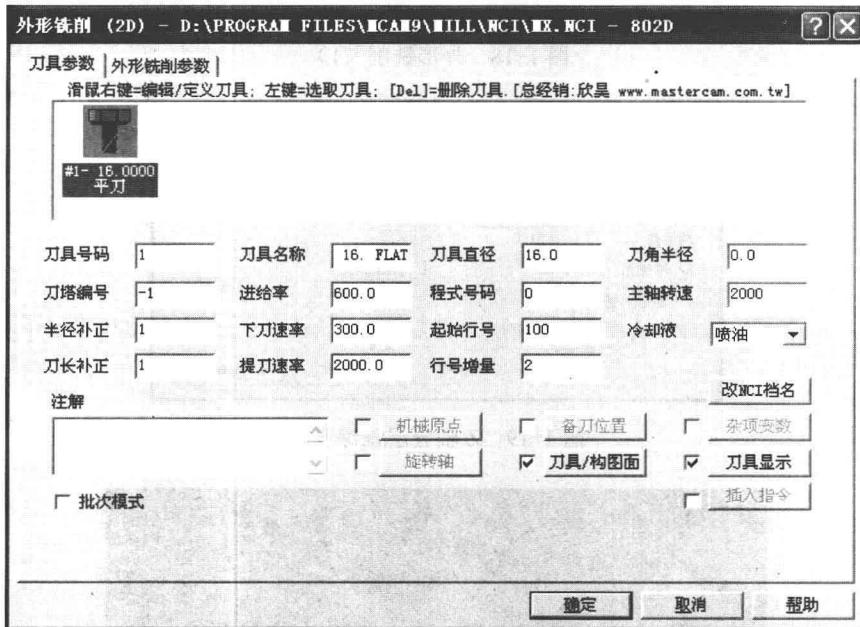

图 1-17 外形铣削刀具参数
2) 将鼠标移动到“D16”，单击鼠标右键选择“刀具路径”“外形铣削”，在主菜单区选择“串联”，选择矩形（高亮显示），单击“执行”，选择直径为 16mm 的平刀，输入进给率：600.0、下刀速率：300.0、提刀速率：2000.0、主轴转速：2000，冷却液：喷油，如图 1-17 所示。